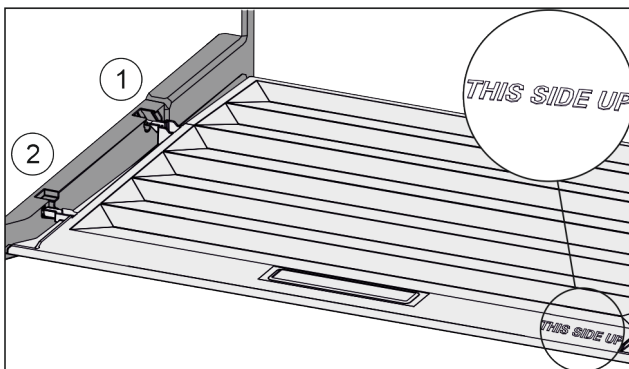

Fig. 138
- ▶ Anbring dækslets tappe over åbningen i den bageste holder Fig. 138 (1), og lad dem gå i indgreb i forreste holder Fig. 138 (2).